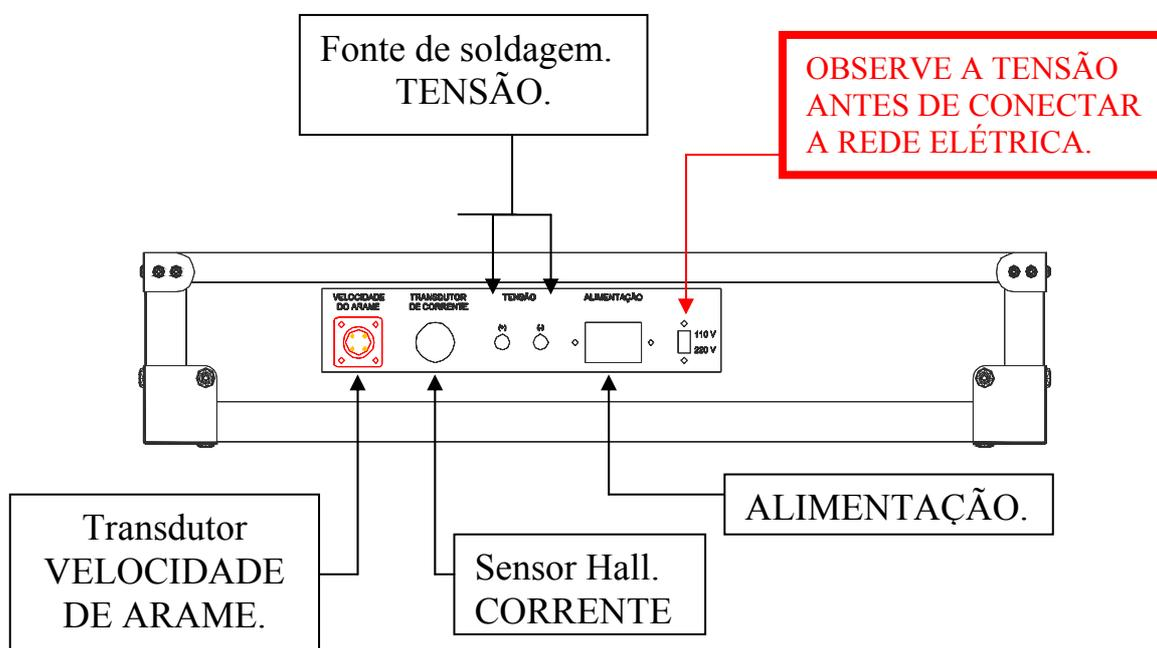

Fig. 3: Conexões externas.
**3.3 - Medição:** a fim de fazer a medição de forma correta, deve-se estar atento principalmente para as conexões da tensão e da corrente. Na parte traseira da maleta ficam os conectores necessários para as ligações externas com a rede elétrica e fonte de soldagem. Veja Fig. 3.